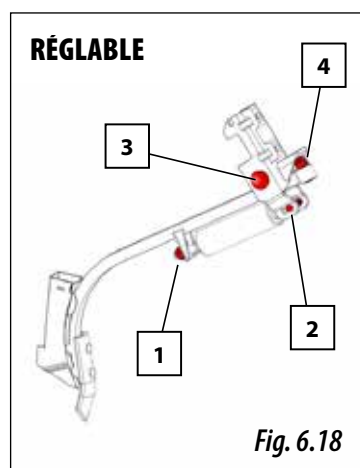

Fig. 6.18
Jouer sur l'écrou du ressort (élément 1 de la figure 6.18) pour régler la pression exercée par le bras sur le sol. La pression peut également être réglée en modifiant la position du goujon (élément 2 de la figure 6.18).
Ces bras sont fixés au support au moyen d'une vis spéciale SOLÀ (élément 3 de la figure 6.18) munie d'un écrou autobloquant (ce dernier permet de contrôler le jeu du bras).
- 1- Agir sur l'écrou et la vis (élément 4 de la figure 6.18).